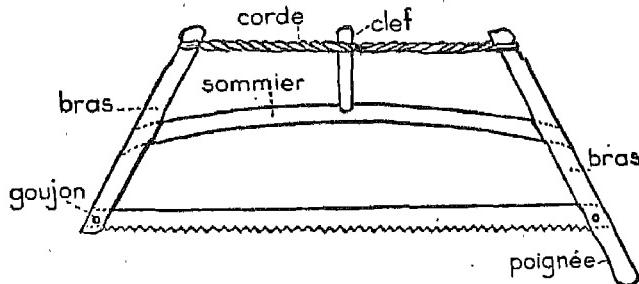

Fig. 1. — Scie à débiter les bûches. Enumérez les différentes pièces de la monture et justifiez le rôle de chacune d'elles.
4. Décrivez la monture en vous aidant de la fig. 1 pour les noms de ses diverses pièces.
La pièce principale est une lame mince¹, en acier trempé dur, dont un champ porte des dents (fig. 1).